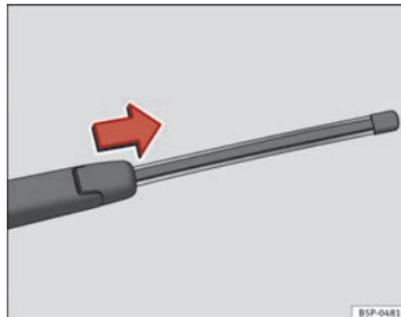

Fig. 172 Retirar a escova do limpa-vidros traseiro
- Afaste o braço do limpa-vidros traseiro do vidro ⇒ Fig. 172
- Deslizar o adaptador da escova na direcção da seta e retirar a escova ⇒ Fig. 172.